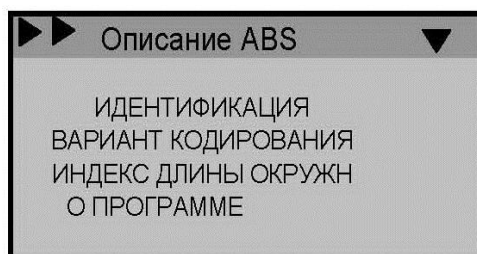

Рис. 7.69.
1. Меню подраздела **«Описание АБС»** показано на рис.7.69.